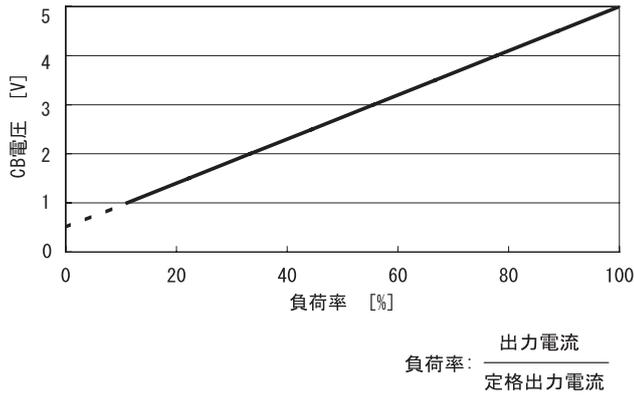

図 4.1 負荷率—CB 電圧特性
- CB (カレントバランス) 端子電圧と出力電流の関係は、図 4.1 のようになります。
- なお、図 4.1 から得られる出力電流値はあくまで目安です。